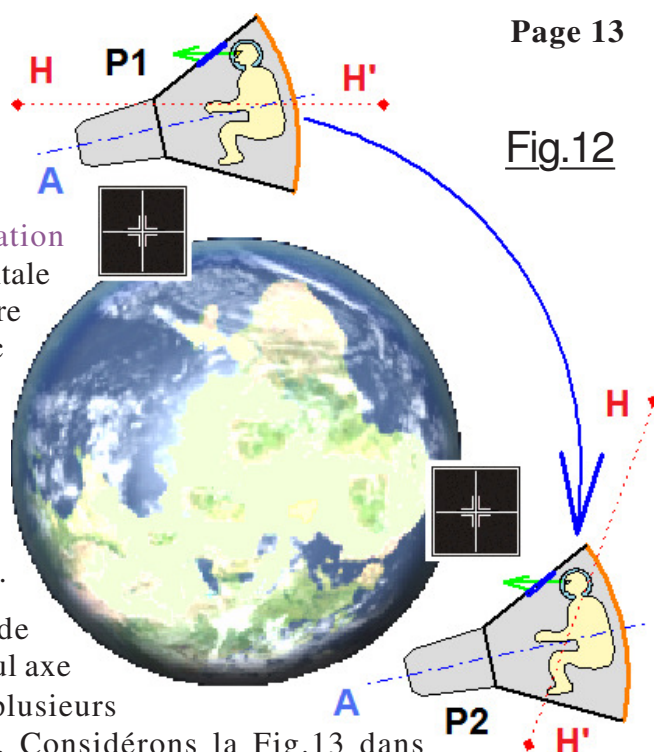

Fig.12
Comme base de départ à notre réflexion, on va considérer le cas de la Fig.12 pour lequel au départ le vaisseau est en position **P1**. Les indicateurs de taux de rotation bien centrés confirment l'**orientation constante de la capsule dans l'espace**. **H H'** est l'horizontale locale et l'axe du vaisseau **A** est à -30° pour voir la Terre dans le hublot. Les automatismes sont suspendus, donc non sollicité par les RCS, **Mercury va conserver dans l'univers son orientation**. Mais elle continue sa course folle autour du globe et se retrouve au point **P2**. Il est facile de constater que l'axe **A** toujours dans la même direction par rapport au vide sidéral a changé d'angle par rapport à l'horizontale locale à l'orbite au point **P2**.
- **Placer Mercury en TANGAGE nul** : On va dans ce but utiliser le répéteur de la caméra de prise de vue qui regarde exactement vers le flanc gauche du vaisseau. L'appareil présentera un tangage parfaitement nul quand la tangente à l'horizon **H' H** montrée sur la copie d'écran de la figure 17 sera parallèle au bord inférieur de l'écran. Vous allez facilement constater qu'avec les touches de cabrage [2] et [8], on peut arriver facilement à placer l'horizon correctement, mais que rapidement cette orientation se décale, le bord gauche monte comme si le vaisseau cabrait. C'est curieux, vu que l'automatisme fige toutes les rotations. C'est oublier que le vaisseau se déplace sur son orbite et les conséquences déjà expliquées avec la Fig.12 à l'appui. Comme l'orbite est parcourue en environ 5300s, c'est le temps correspondant à un tour apparent complet. En outre cette rotation est amplifiée par le ZOOM de l'appareil de prise de vue. Il est donc conseillé de placer le nez un peu bas, de façon à compenser le décalage lors de l'ajustement du roulis à 0° .